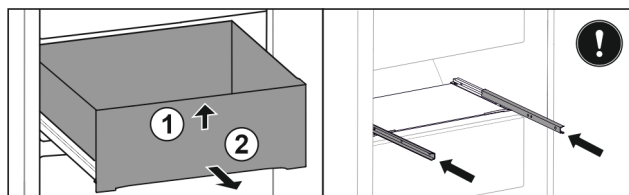

Fig. 123
- ▶ Unieść szufladę z przodu. Fig. 123 (1)
- ▶ Wyjąć szufladę do przodu. Fig. 123 (2)